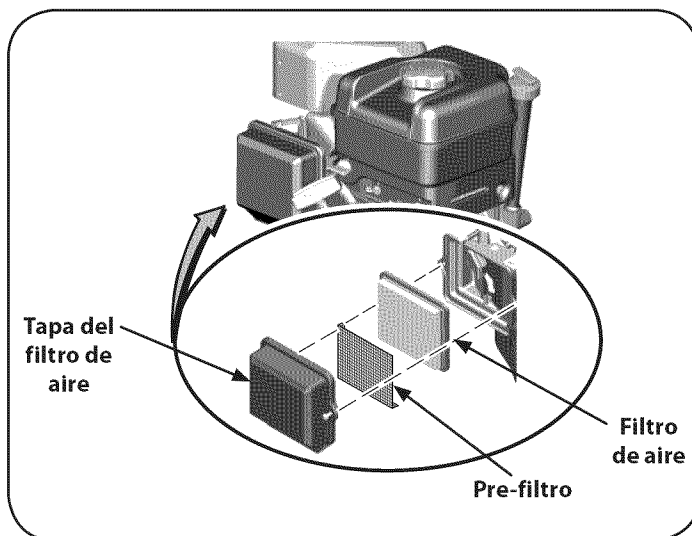

Figura 19
1. Afloje los tornillos que sujetan el filtro de aire. Vea la Figura 19.